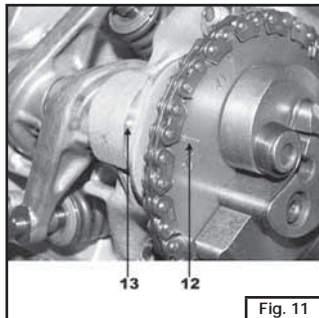

Fig. 11
- Montare la catena di distribuzione sulla corona dentata ed inserirla sull'albero a camme, allineando la linea di riferimento 2V (Fig.11-part.12) con la tacca presente sulla testa (Fig.11-part.13).
- Fit the gearing chain on the crown gear and insert it on the camshaft, aligning the reference line 2V (Fig.11-part. 12) with the notch on the head (Fig.11-part.13).
- Montez la chaîne de distribution sur la couronne dentée et introduisez-la sur l'arbre à cames en alignant la ligne de repère 2V (Fig.11-det. 12) avec le cran sur la culasse (Fig.11-det. 13).